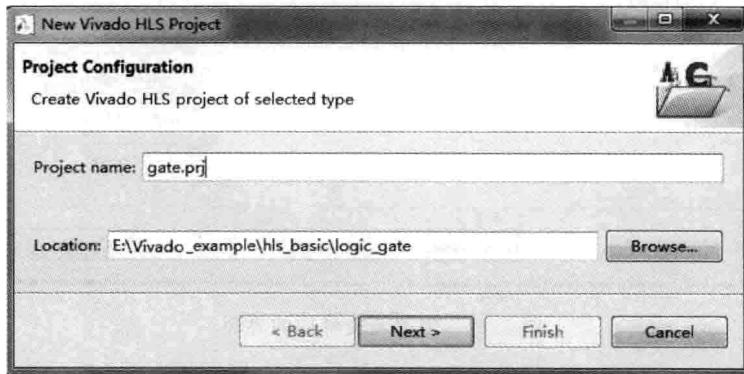

图 5.59 工程配置界面
- (3) 如图 5.59 所示,出现 New Vivado HLS Project-Project Configuration(新 Vivado HLS 工程-工程配置)向导界面。在该界面内按如下设置参数:
- ① Project name: gate.prj;
- ② Location: E:\vivado\_example\hls\_basic\logic\_gate;
- ③ 单击 Next 按钮。